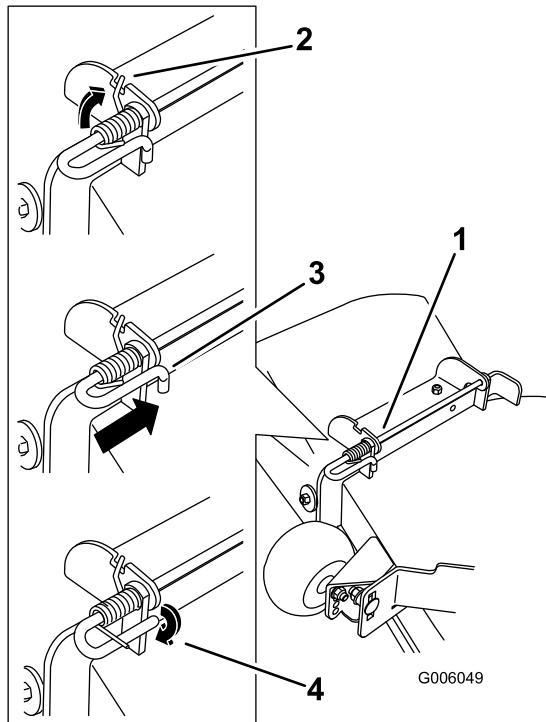

Figura 75
4. Levante el extremo largo del muelle y colóquelo en la muesca del soporte de montaje del deflector (Figura 75).
5. Fije el conjunto de varilla y muelle torciéndolo de manera que el extremo corto de la varilla pueda colocarse detrás del soporte delantero que está soldado a la carcasa (Figura 75).